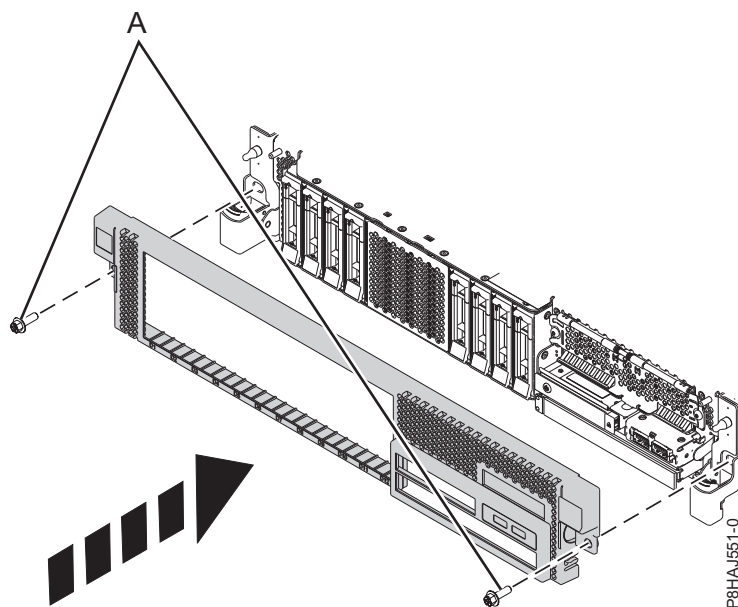

Figura 136. Instal·lació de la coberta frontal
3. Tanqueu els pestells d'alliberament empenyent-los en la direcció que mostra la Figura 136 a la pàgina 159. La coberta queda fixada al seu lloc i té una osca des d'on es pot retenir més fàcilment.
4. Substituïu els cargols de muntatge (A).